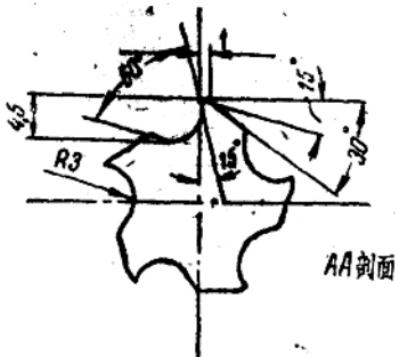

图 8 列昂诺夫改良的铣刀。
1) - 端铣刀，它除铣平面外，还可以铣削沟槽，这种端铣刀的吃刀深度，可能达到铣刀直径一倍半；铣刀的材料采用 P 9 高速钢，铣刀结构是根据苏联国家标准 ГОСТ 3959-47 改进的，图 8 就是列昂诺夫同志改进后的铣刀几何形状，其各部分的尺寸，见附表 1。